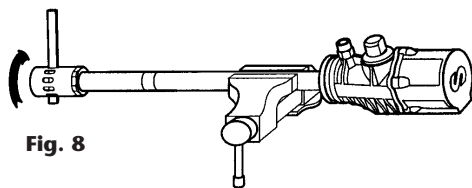

Fig. 8
2. Desenrosque la jaula de aspiración (del conjunto filtro de aspiración (fig. 8).